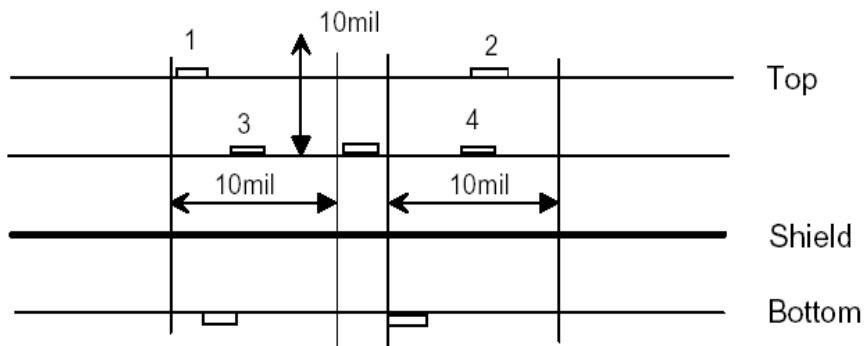

图 2-29 Crosstalk 说明
执行 **Analyze ->SI/EMI Sim ->Library...** 启动 **Signal Analysis Library Browser** 界面，选中你所需设置的器件，再启动 **Model Browser** 界面。选中所需管脚，点击 **Editor**，启动 **IOCell Editor** 界面，如图 2-29 所示。其中有四个标签，我们会经常修改的是 **DelayMeasurement** 标签，该标签的内容必须根据 **DATASHEET** 的数据进行填写。
- **Geometry Window:** 用来说明在仿真时距离主网络的互连线边缘多少范围内（横向和纵向均考虑）的网络需要作为干扰源来考虑。如图 2-29 所示。